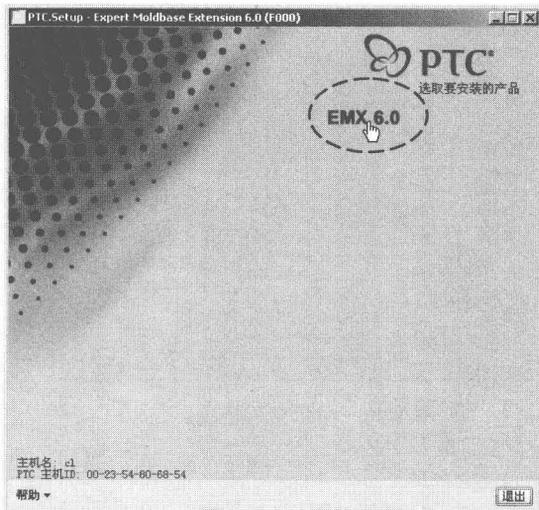

图 1-24 单击“EMX 6.0”选项
- ❶ 将软件安装光盘插入到光驱中,稍等片刻,程序将弹出如图 1-24 所示的对话框,单击“EMX 6.0”选项。